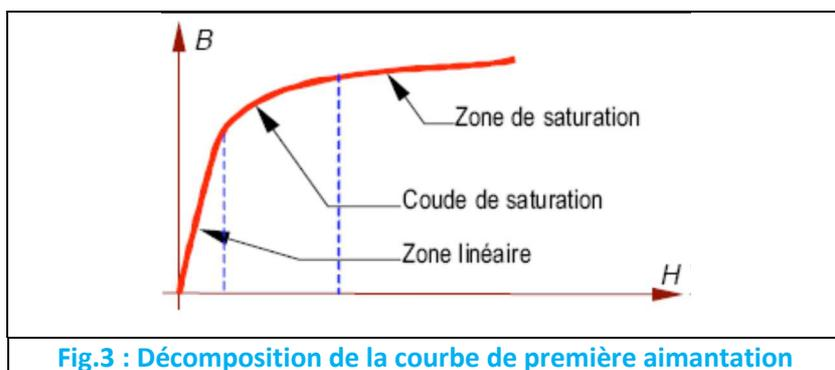

Fig.3 : Décomposition de la courbe de première aimantation
- ✚ **Courbe de première aimantation** : courbe $B = f(H)$ lorsque le corps ferromagnétique ne possède aucune aimantation. Le matériau est initialement démagnétisé (pas d'aimantation). On fait progressivement croître le champ d'excitation dans lequel est plongé le matériau. La courbe de la Figure 3 représente l'induction B. On distingue trois zones : la première est linéaire, puis le coude de saturation et la zone de saturation.